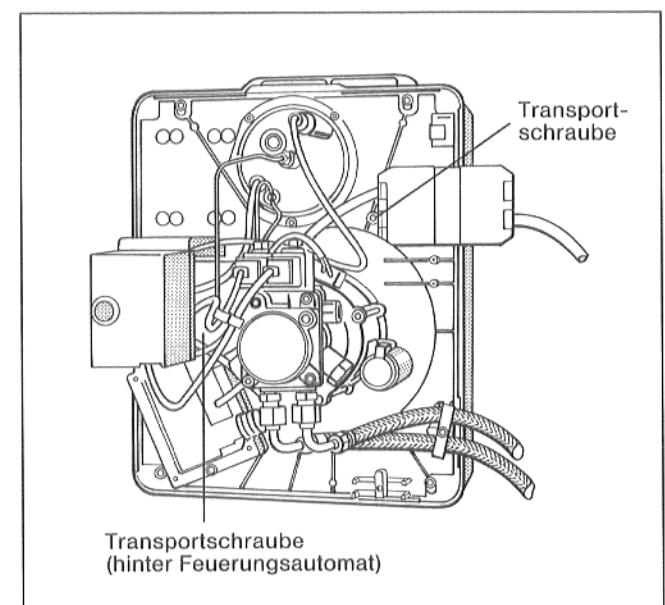

Abb. 1
- Die 2 Transportschrauben herausdrehen (Abb. 1).